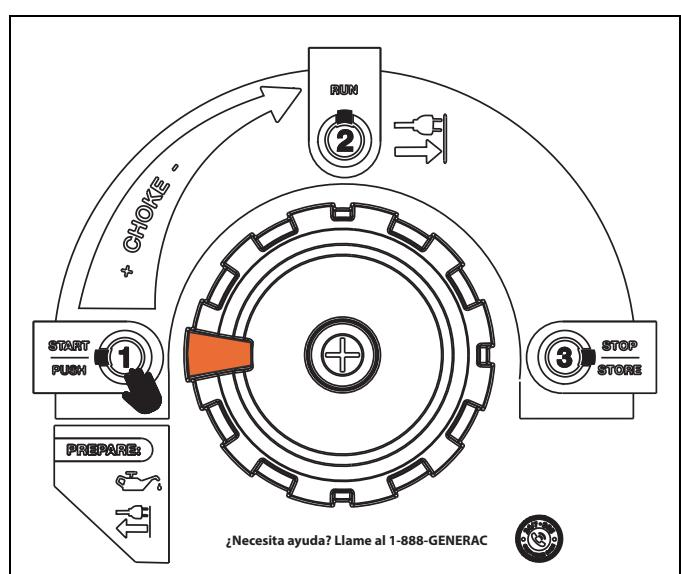

Figura 3-2. Posición START (Arranque) de PowerDial
1. Para arrancar el motor, gire el PowerDial a la posición START (Arranque) (Figura 3-2). Esto abre la válvula de combustible y activa (cierra) el cebador.
1. Vea la Figura 3-2. Para arrancar el motor, gire el PowerDial a la posición START (Arranque).